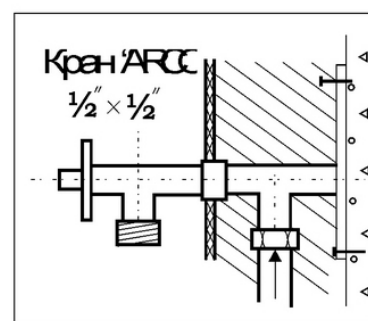

Рис. 2.
- ✓ Устанавливаются угловые краны (например «ARCO») если коллектор не имеет собственных вентиля Рис. 2.